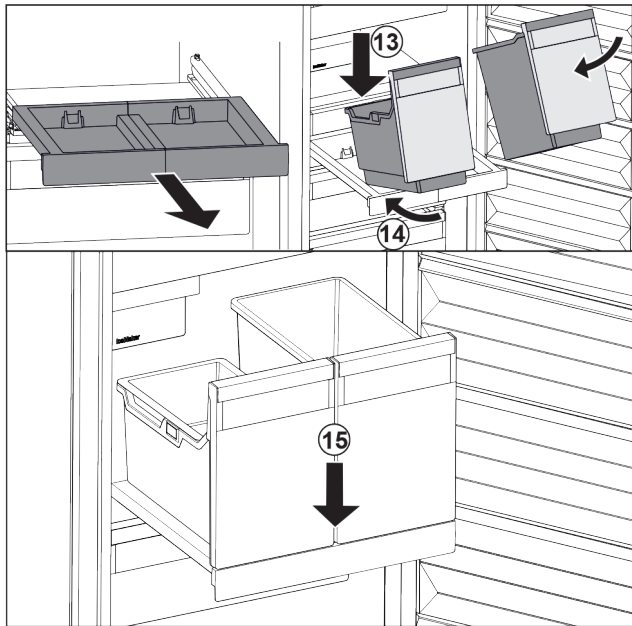

Fig. 24
- ▶ Applicare i contenitori in modo inclinato sul ripiano estraibile. Fig. 24 (13)
- ▶ Inserire il contenitore in modo inclinato verso la parte posteriore. Fig. 24 (14)
- ▶ Abbassare il contenitore nella parte anteriore. Fig. 24 (15)